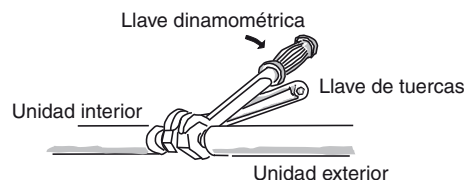

Fig.5-6
- (2) Para apretar las tuercas abocardadas, aplique el par de torsión especificado.
- Cuando extraiga las tuercas abocinadas de las conexiones de las tuberías o cuando las apriete después de haber conectado las tuberías, asegúrese de utilizar 2 llaves ajustables o llaves inglesas. (Fig. 5-6)